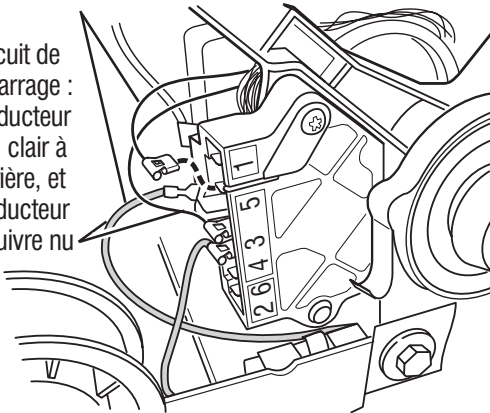

Figure 18 - Points de mesure pour le bobinage du moteur (bobinage principal et bobinage de démarrage)
9. Débrancher le connecteur du conducteur de cuivre nu de la broche 5 du commutateur noir du moteur d'entraînement. Voir figure 18, page 41.
**10.** En utilisant la figure 18 et le schéma des circuits de la page 50, vérifier les valeurs de résistance des bobinages du moteur (bobinage principal et bobinage de démarrage) comme montré dans le tableau suivant.